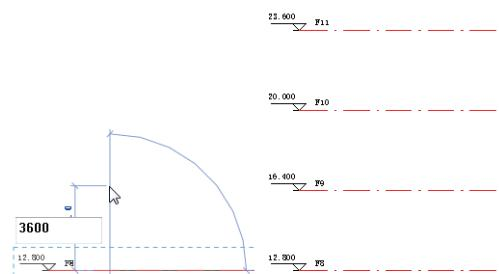

图 3-12 创建阵列
- (1) 线性 单击该按钮，将创建线性阵列。
- (2) 径向 单击该按钮，将创建半径阵列。
- (3) 成组并关联 将阵列的每个成员包括在一个组中。如果禁用该选项，Revit 将会创建指定数量的副本，而不会使它们成组。在放置后，每个副本都独立于其他副本。
- (4) 项目数 指定阵列中所有选定图元的副本总数。
- (5) 移动到 该选项是用来设置阵列效果的，其中包括以下两个子选项。
- ① 第二个 指定阵列中每个成员间的间距。其他阵列成员出现在第二个成员之后。
- ② 最后一个 指定阵列的整个跨度。阵列成员会在第一个成员和最后一个成员之间以相等间隔分布。
- (6) 约束 用于限制阵列成员沿着与所选的图元垂直或共线的矢量方向移动。
- 这里启用的是【第二个】选项，所以在阵列过程中，只要设置第一个阵列标高与原有标高之间的临时尺寸标注，然后单击 Enter 键，即可完成阵列效果，如图 3-12 所示。